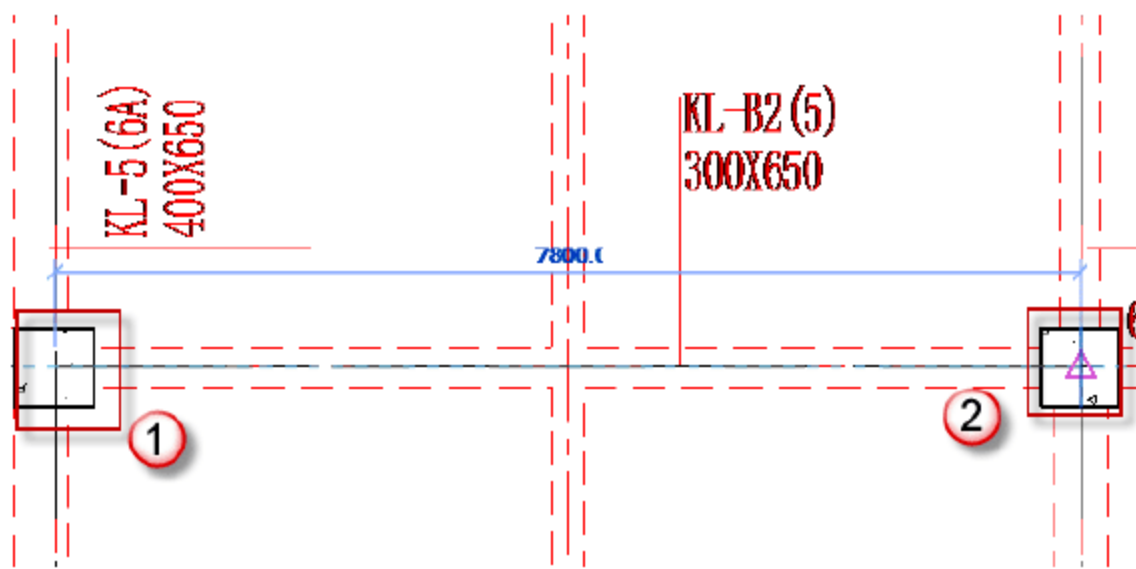

图 4.2.9 绘制 KL-B2
(9) 绘制矩形框架梁 KL-B2，按快捷键 B+M，放置平面为“标高 2”平面视图，先单击起始柱的中心为起点，后单击终止柱的中心为终点，如图 4.2.9 所示。